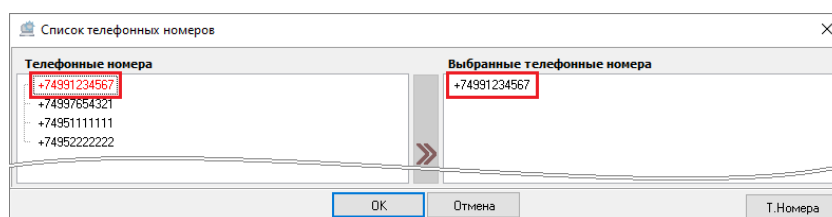

Рисунок 6-170 Выбранный телефонный номер
В поле **«Телефонные номера»** отображаются телефонные номера, выбор которых определяет состав телефонных номеров абонента. При этом для телефонных номеров, выбранных для абонента, применяется маркировка **красным шрифтом** (см. Рисунок 6-170).
- в окне «Список телефонных номеров» дважды кликните левой клавишей мыши по телефонному номеру в поле «Телефонные номера». Телефонный номер будет добавлен в поле «Выбранные телефонные номера (см. Рисунок 6-170);